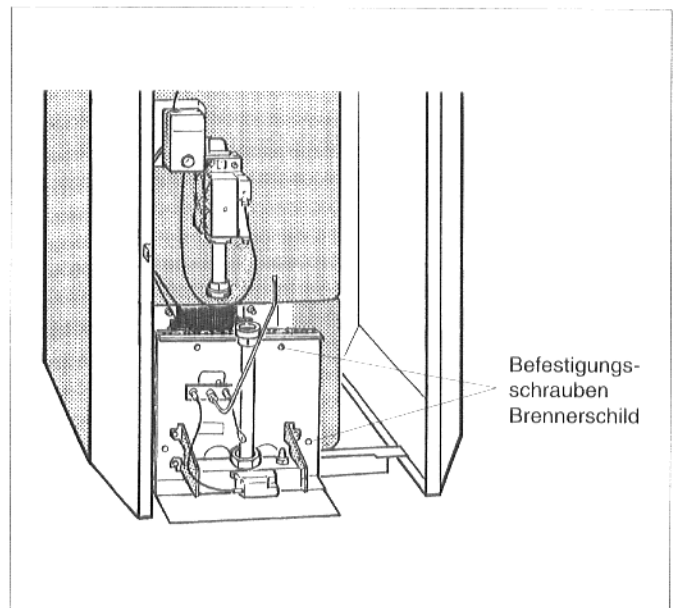

Abb. 43: Gasbrenner ausbauen
- Befestigungsschrauben am Brennerschild lösen und Gasbrenner herausnehmen (Abb. 43).